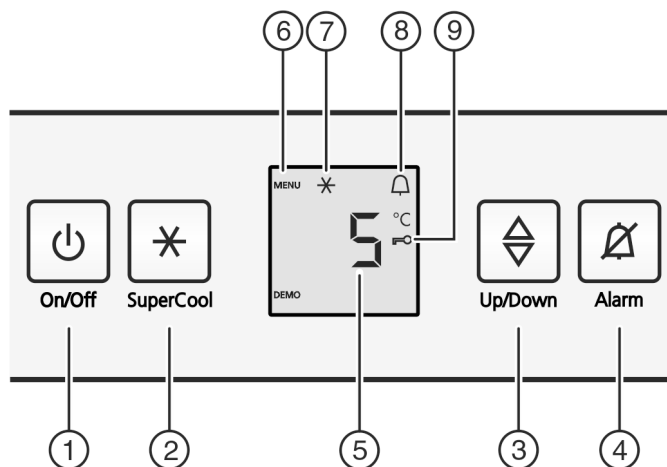

Fig. 2
- ▶ Appuyez sur la touche marche/arrêt Fig. 2 (1).
- ▶ Appuyer env. 5 secondes sur la touche SuperCool Fig. 2 (2).
- ▷ Le symbole Menu Fig. 2 (6) apparaît dans l'affichage.
- ▶ Confirmer brièvement avec la touche SuperCool Fig. 2 (2).
- ▷ Le symbole Sécurité enfants Fig. 2 (9) s'allume dans l'affichage.
- ▶ Appuyer brièvement sur la touche On/Off Fig. 2 (1).
- ▶ Appuyer sur la touche Alarme Fig. 2 (4).